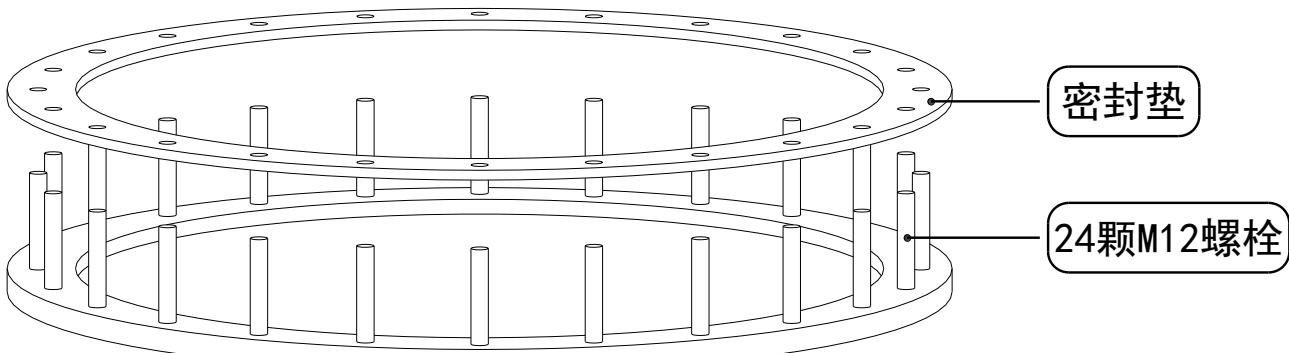

图 5-13 变压器箱盖处螺栓及密封垫
3. 安装分接开关安装法兰前，擦净密封面，在变压器安装法兰上安放密封垫，并将分接开关安装法兰固定在变压器安装法兰上 (24 个 M12 螺栓)。(见图 5-13)